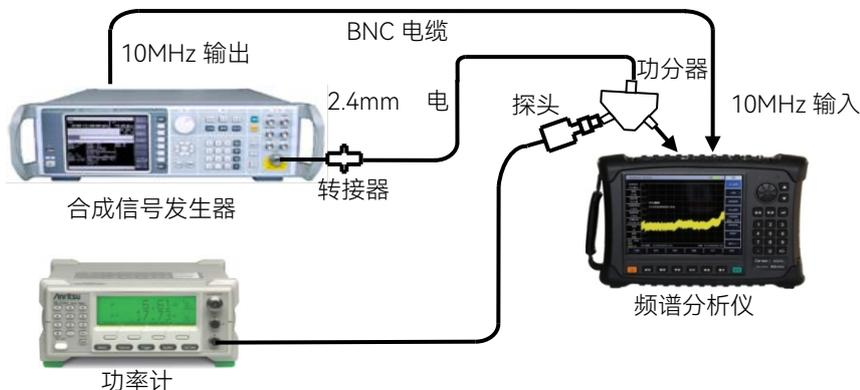

图 14.16 参考电平不确定度与刻度保真度测试设置
2) 如图 14.16 连接测试仪器。合成信号发生器 1464 为频谱分析仪提供频率参考，信号发生器的输出通过功分器分别连接到频谱分析仪和功率探头上。
- 2) 如图 14.16 连接测试仪器。合成信号发生器 1464 为频谱分析仪提供频率参考，信号源输出端通过功分器分别连接到频谱分析仪射频输入端口和功率探头上。